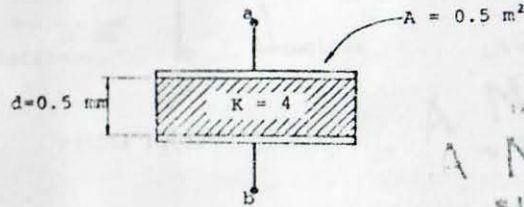

FIGURA P2.7
2.7 Para una configuración de placas planas con un dieléctrico entre ellas, como se muestra en la figura P2.7, la permitividad relativa o constante dieléctrica es  $K = 4$  y su campo eléctrico de ruptura es  $E_R = 8 \times 10^6 \frac{V}{m}$ . Si se le aplica una diferencia de potencial  $V_{ab} = 120$  V, calcule: